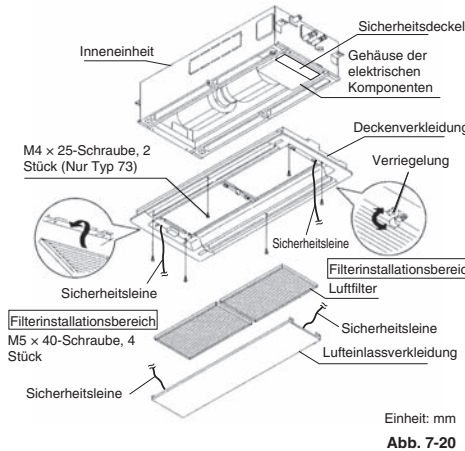

Abb. 7-20
- (2) Die Lufteinlassverkleidung und den Luftfilter von der Deckenverkleidung abnehmen, wie in Abb. 7-20 und 7-21 gezeigt.
(6) Den Luftfilter und das Lufteinlassgitter durch Umkehren der Schritte von Abb. 7-20 und 7-21 wieder montieren.